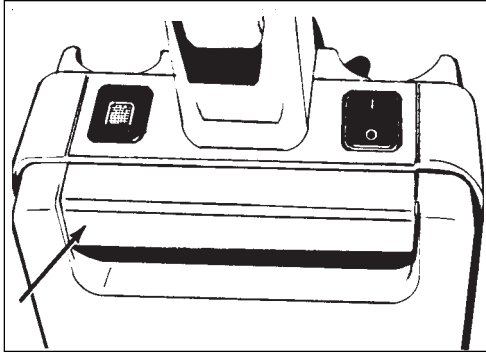

Figure 13
2. Open the front of the tank housing. To open the tank housing, press the tank release bar. See figure 13.
2. Ouvrez l'avant du réservoir d'aspiration. Pour ce faire, appuyez sur la barrette d'ouverture du réservoir. Voir figure 13.